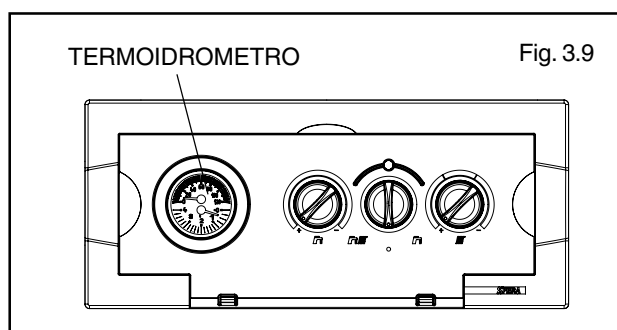

Fig. 3.9
- aprire di due o tre giri il tappo della valvola di sfogo aria automatica (C)
- accertarsi che il rubinetto entrata acqua fredda (B) sia aperto
- aprire il rubinetto di riempimento (D) fino a che la pressione indicata dal termoidrometro (fig. 3.9) sia compresa tra 1 e 1,5 bar.